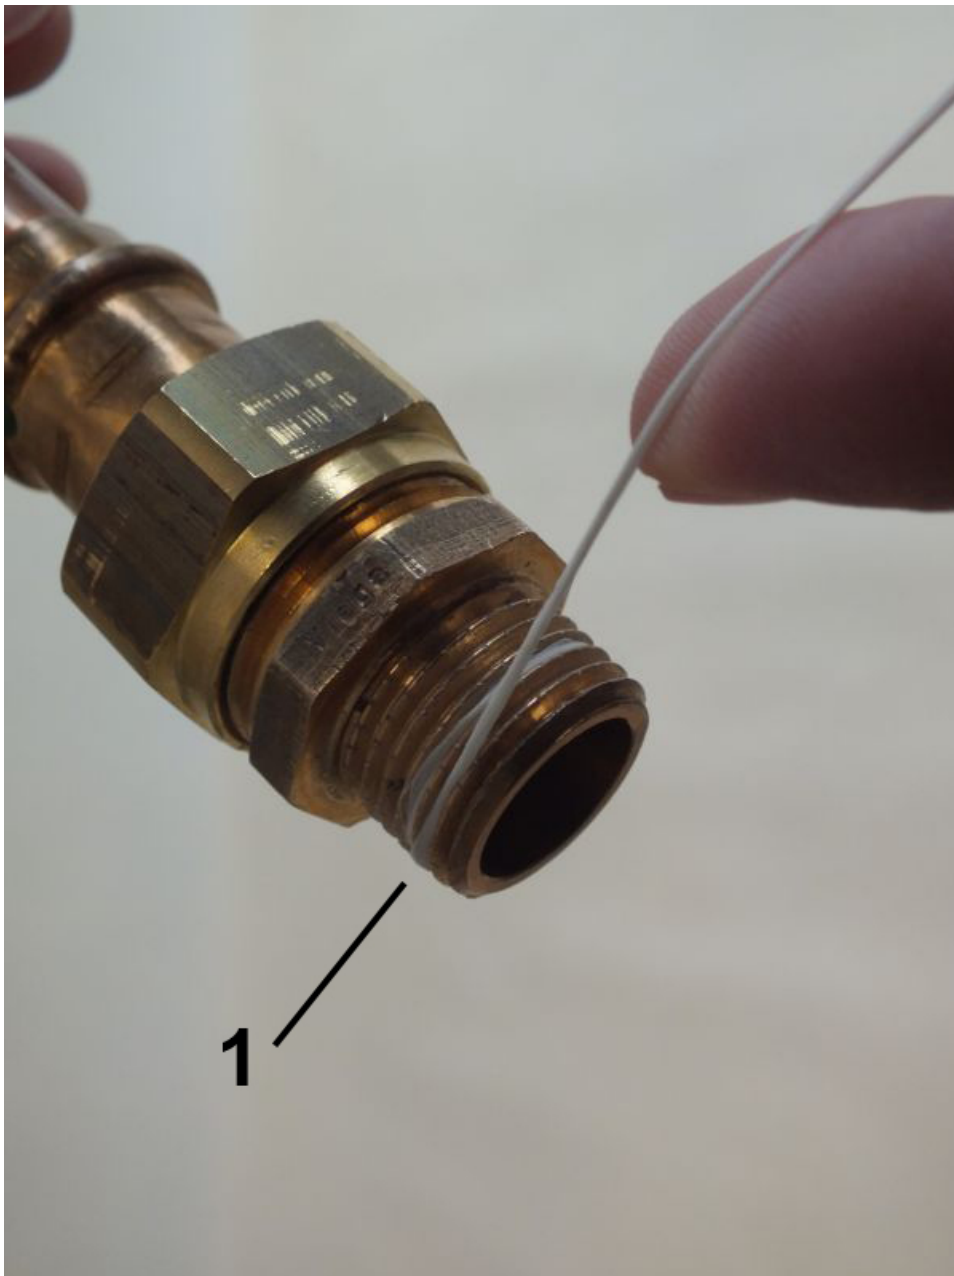

Abb. 8: Dichtfaden aufbringen
2. Dichtfaden (Abb. 8/1) in Gewinderichtung auf das aufgeraute Gewinde aufbringen, dabei Mengenangaben des Dichtmittel-Herstellers beachten